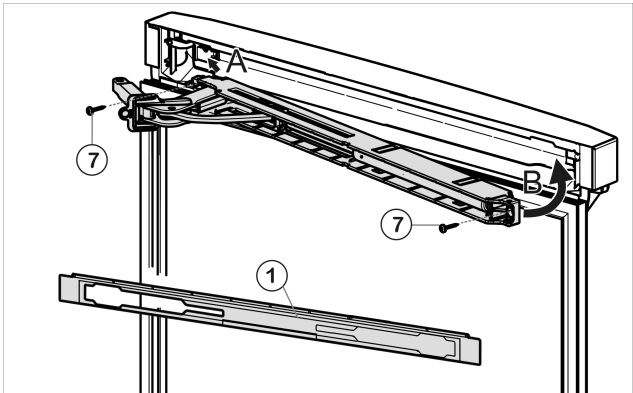

Fig. 58
- Encliqueter l'unité supérieure de l'amortisseur de fermeture avec l'articulation du côté charnière (A) et la guider pour la repositionner (B).
- Visser à fond l'unité de l'amortisseur de fermeture (2 vis Torx 15) Fig. 58 (7).